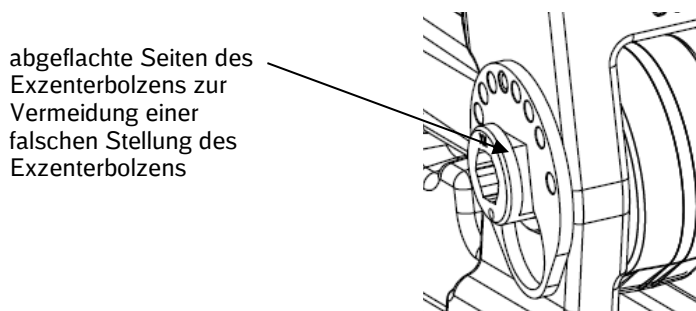

Bild 10 Feinjustage des Exzenterbolzens
- Feinjustage bis zur nächstliegenden Bohrung der Fixierscheibe (Bild 10) und Anziehen der Mutter des Exzenterbolzens.